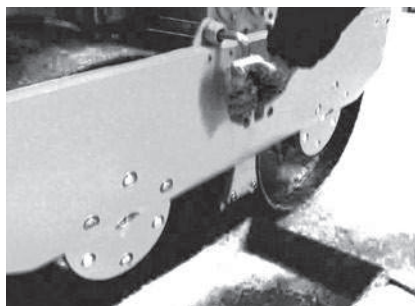

Fig. 4.5.2.
- Soltar el tapón 3 con llave Allen 12 mm. (Ver Fig. 4.5.2).